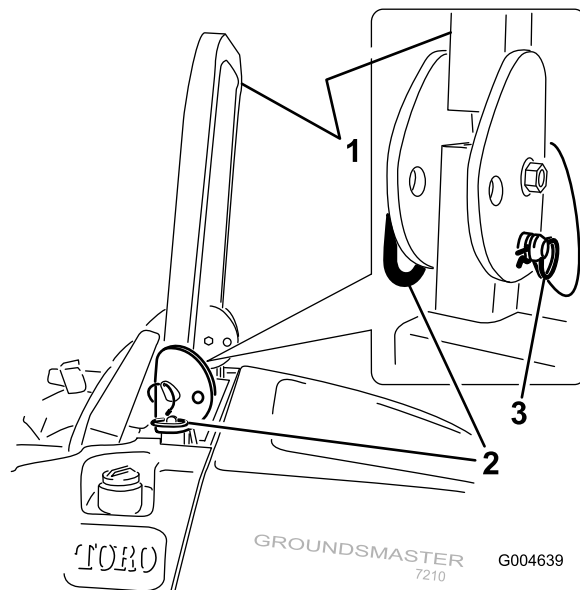

Bild 10
1. Nehmen Sie zum Absenken des Überrollbügels die Splints ab, drücken Sie den Überrollbügel nach vorne gegen die Federn und nehmen Sie die zwei Stifte ab (Bild 10).
3. Setzen Sie die zwei Stifte ein und befestigen Sie diese mit den zwei Splints (Bild 10).
4. Nehmen Sie zum Aufrichten des Überrollbügels die Splints ab und entfernen Sie die beiden Stifte (Bild 10).
5. Richten Sie den Überrollbügel ganz auf und setzen Sie die beiden Stifte ein. Befestigen Sie die Stifte mit den Splints (Bild 10).